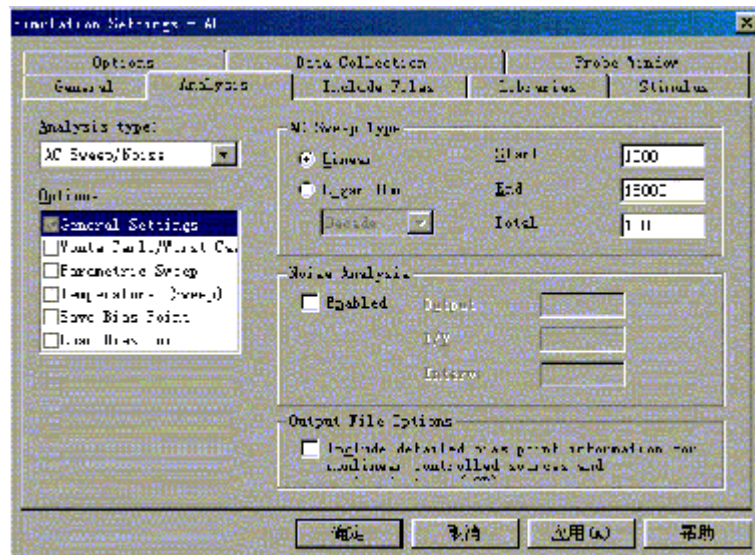

图 9.45 交流分析参数设置
(2) 创建新仿真文件，名称为“AC”。注意交流分析参数设置方法，如图9-45所示。